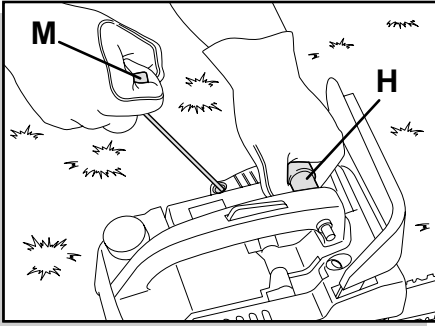

fig. 9
- Coloque a máquina no terreno, segure com a mão esquerda a barra M, segure o arranque manual H com a mão direita e puxe algumas vezes com firmeza para que o motor faça algumas explosões (fig. 9).